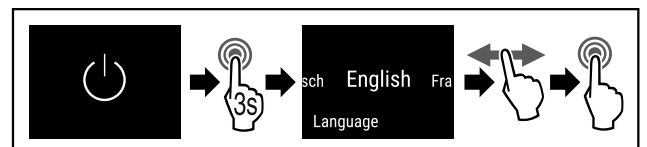

Fig. 49
- ▶ Stappen (zie Fig. 49) uitvoeren.